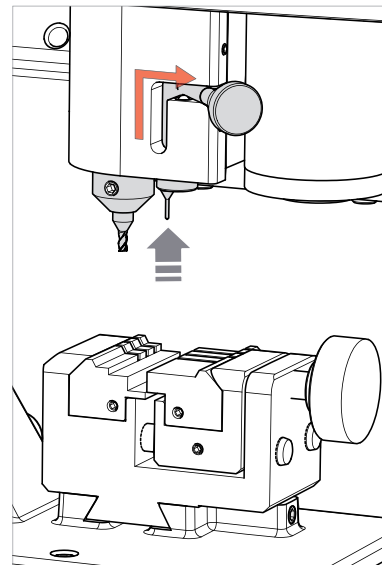

Fig. 53
**Opmerking: voor frees- en/of decodeerbewerkingen met de taster 02T, moet de taster 01T zich in de ruststand bevinden (Fig. 53).**